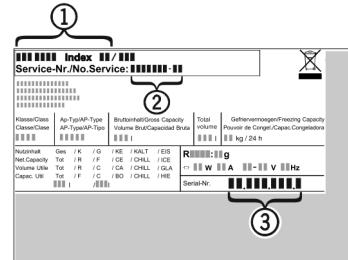

Fig. 7
▶ Прочетете от идентификационната табелка описание на уреда Fig. 7 (1), сервизния № Fig. 7 (2) и серийния № Fig. 7 (3). Идентификационната табелка се намира на лявата вътрешна стена на уреда.
- ▶ Обадете се на сервизната служба и посочете неизправността, описание на уреда Fig. 7 (1), сервизния № Fig. 7 (2) и серийния № Fig. 7 (3).